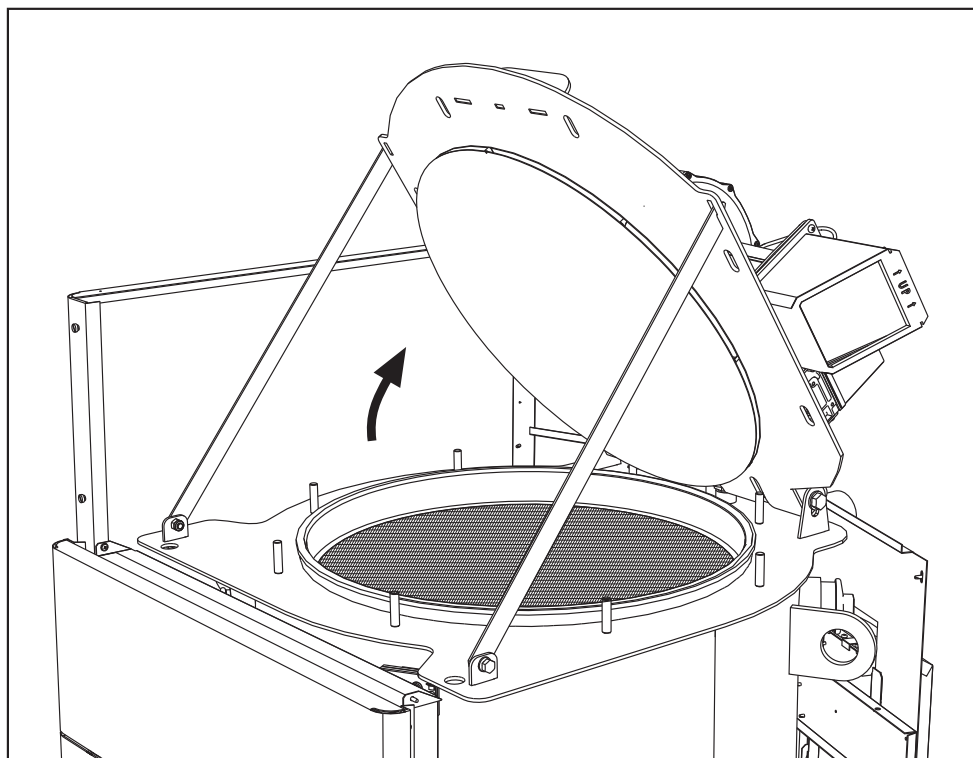

fig. 71
- Aprire la porta bruciatore e bloccarla con le stiffe di sostegno (fig. 71).